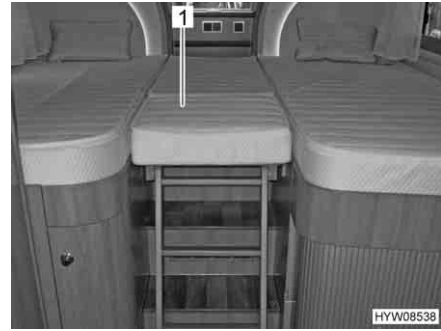

Fig. 88 Piano di appoggio letto in coda
- Inserire il cuscino aggiuntivo (Fig. 88,1) fornito in dotazione.